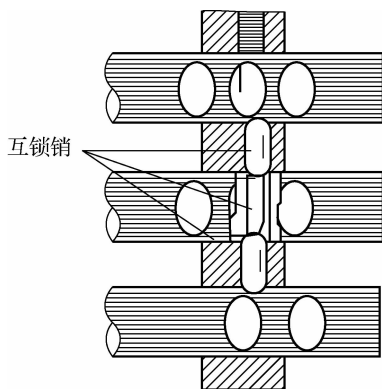

图 6-12 检查和修理变速器互锁装置
(2)若变速器同时能挂入两个挡,第二轴卡住不转,应拆下变速器盖,检查和修理变速器互锁装置,如图 6-12 所示。